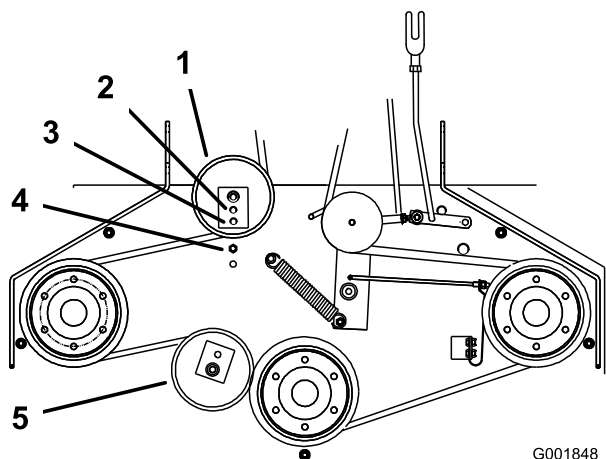

Figure 49
6. S'il n'est plus possible de régler le tendeur et que la courroie est encore détendue, il faut repositionner la poulie de tension arrière au trou central ou avant (Figure 49). Utilisez le trou qui donnera le réglage correct.
7. Lorsque la poulie de tension est déplacée, le guide de courroie doit l'être aussi. Placez le guide de courroie à la position avant (Figure 49).